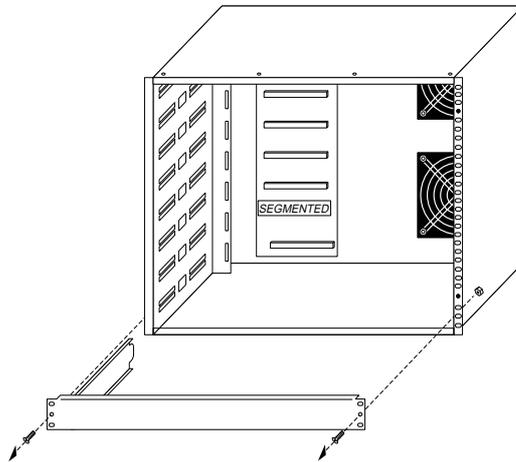

図 1.6 AT-CTSRG7-1R2 (19 インチラック取付け用) のすべてのフェースプレートの取りはずし
- 1) フェースプレートをすべて取りはずします (図 1.6 参照)。